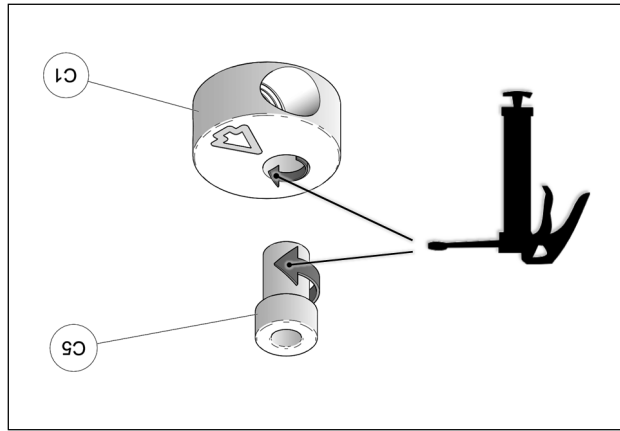

Fig. 22
11. À l'assemblage, les bagues espacateurs (C5) doivent être graissées. Appliquer une couche de graisse uniforme sur toute la circonférence de la bague espaceur et dans le logement du disque en aluminium (C1). Voir la Fig. 22